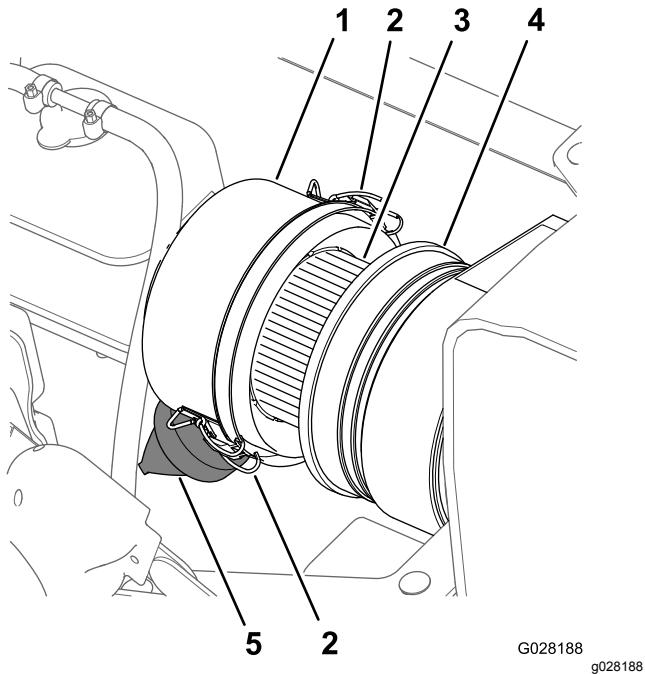
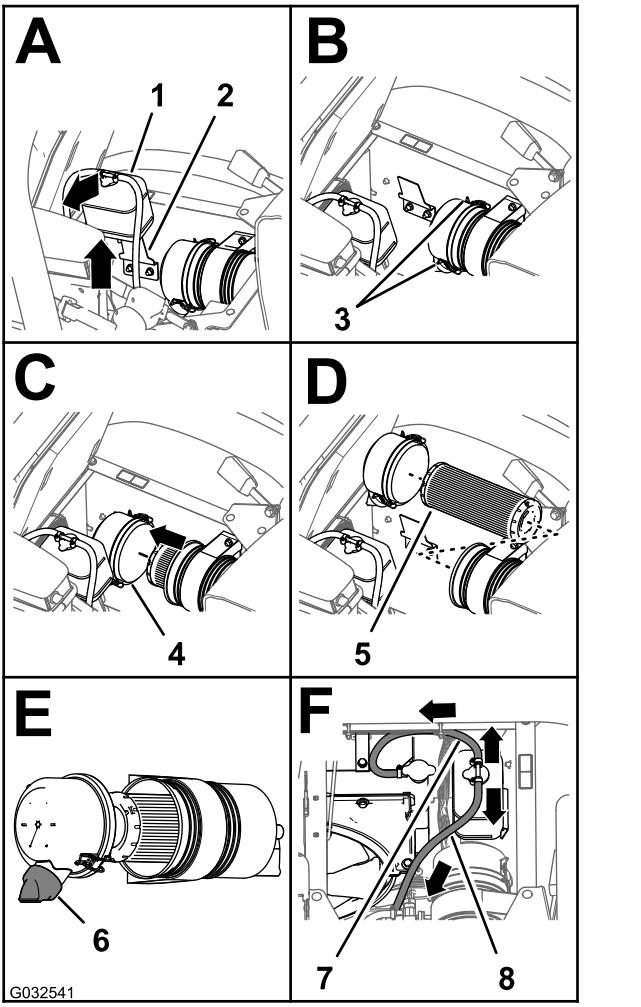

Figura 66
Figura 67
3. Limpie el tapón guardapolvo y el cuerpo del limpiador de aire (Figura 66).
4. Inspeccione la carcasa del limpiador de aire en busca de daños que pudieran causar una fuga de aire (Figura 66).
5. Apriete la válvula de polvo para limpiarla de suciedad, polvo y residuos (Figura 66).
7. Compruebe si el elemento del filtro de aire tiene una acumulación excesiva de suciedad, polvo y residuos (Figura 66).
8. Instale el tapón guardapolvo en el cuerpo del limpiador de aire, y sujetelo el tapón con los 2 enganches (Figura 66).
2. Limpie el tapón guardapolvo y el cuerpo del limpiador de aire (Figura 66).
3. Levante el depósito de expansión del refrigerante y retírelo del soporte del depósito (Figura 67).
4. Abra los dos enganches que sujetan el tapón guardapolvo a la carcasa del limpiador de aire (Figura 67).
6. Limpie el interior del tapón guardapolvo, la carcasa del limpiador de aire y la válvula de polvo con un trapo húmedo (Figura 66 y Figura 67).
7. Instale el elemento del filtro de aire en la carcasa del limpiador de aire (Figura 67).
8. Instale la tapa sobre el cuerpo del limpiador de aire y sujétela con los 2 enganches (Figura 67).
Nota: Asegúrese de que la válvula de polvo está alineada a una posición entre las 5 y las 7, vista desde el extremo (Figura 67).
9. Alinee el depósito de expansión del refrigerante con el soporte del depósito y coloque el depósito firmemente (Figura 67).
Importante: Asegúrese de que la manguera de alivio de presión está enrutada hacia delante y hacia abajo, y que la manguera de ventilación está enrutada hacia atrás, como se muestra en la Figura 67.